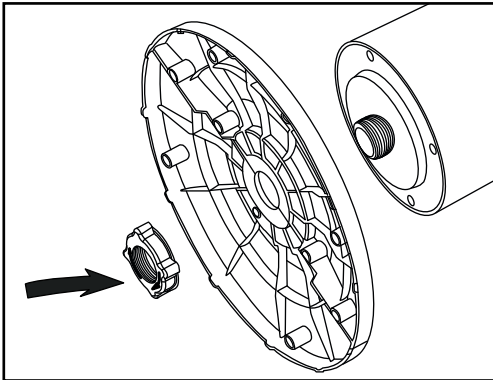

Fig. 4
- Ensamblar las dos partes de la base (D-E) y montarlas en el aparato (Fig. 4).